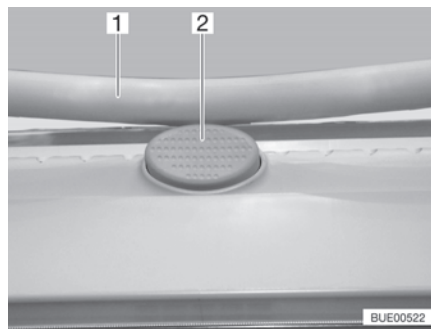

Fig. 29 Botón de seguridad (claraboya Heki)
- Pulsar el botón de seguridad (Fig. 29,2) y tirar el estribo (Fig. 29,1) hacia abajo con ambas manos.
- Presionar el estribo hacia arriba con ambas manos hasta que el estribo se encuentre encima del botón de seguridad (Fig. 29,2).